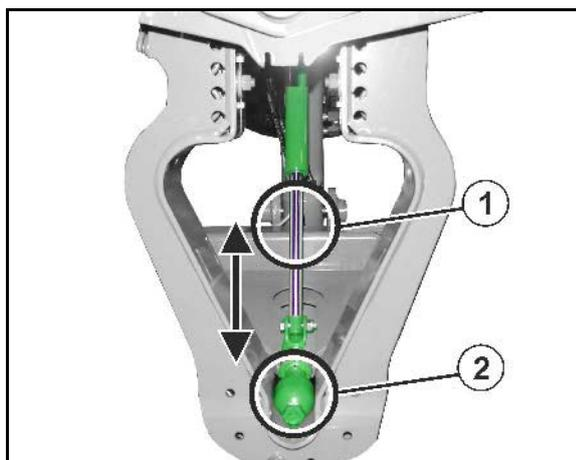

Fig. 98
Desbloquear la compensación de oscilaciones (Fig. 98/1):
- La compensación de oscilaciones (Fig. 98/1) se desbloquea y el varillaje de pulverización desplegado puede oscilar libremente enfrente del soporte del varillaje. En este caso se ha omitido el dispositivo de protección de la compensación de oscilaciones para facilitar la comprensión.
Bloquear la compensación de oscilaciones (Fig. 98/2):
- La compensación de oscilación está bloqueada (Fig. 98/2) cuando en la pantalla del terminal de mando aparece el símbolo del candado cerrado.